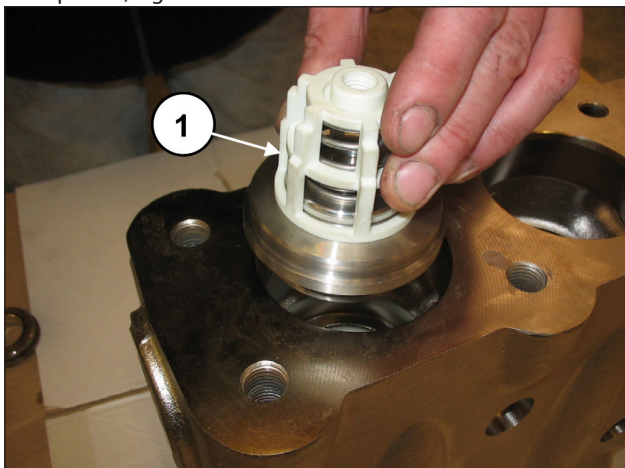
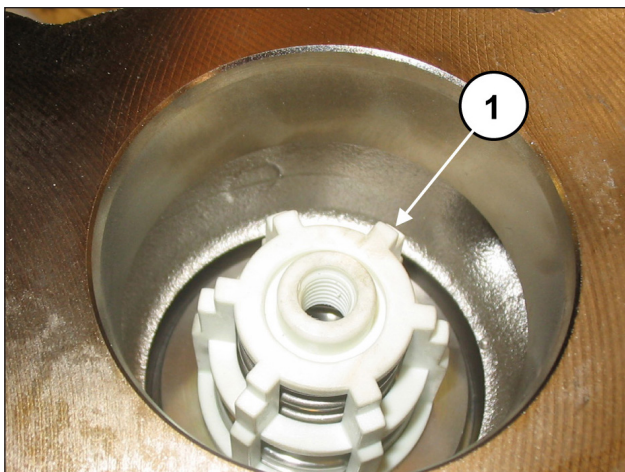

Fig. 118
Fig. 119
Introducir el grupo de la válvula de envío (pos. ①, Fig. 118). El grupo de la válvula se ha de introducir a fondo como se indica en la pos. ①, Fig. 119.